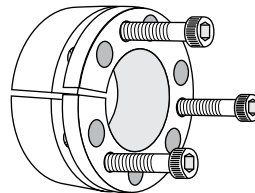

Figura 5.
1. Retire todos los tornillos del Bufin e introdúzcalos a través de los agujeros roscados (extractores) del cuerpo (Figura 5).